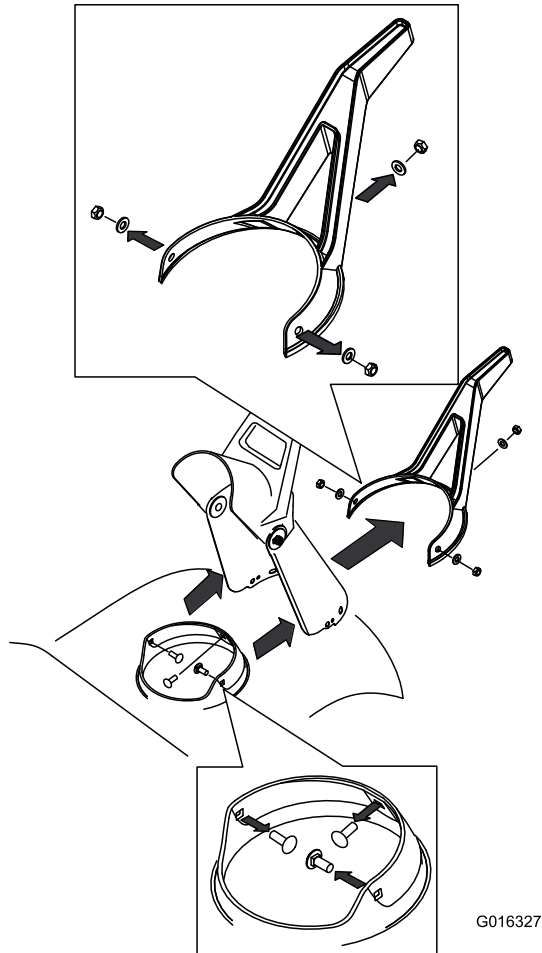

Figure 33
3. Retirez les trois vis de fixation de l'éjecteur, ainsi que les vis qui fixent son joint, afin de déposer l'éjecteur (Figure 33).